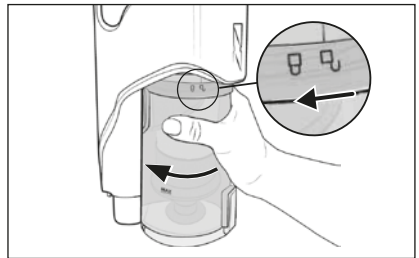

Fig. 17
- 2) Pour extraire le bac à poussière 6 de l'appareil, tournez-le dans le sens du symbole  (ouvrir) jusqu'à ce qu'il se détache de l'appareil (voir fig. 17).